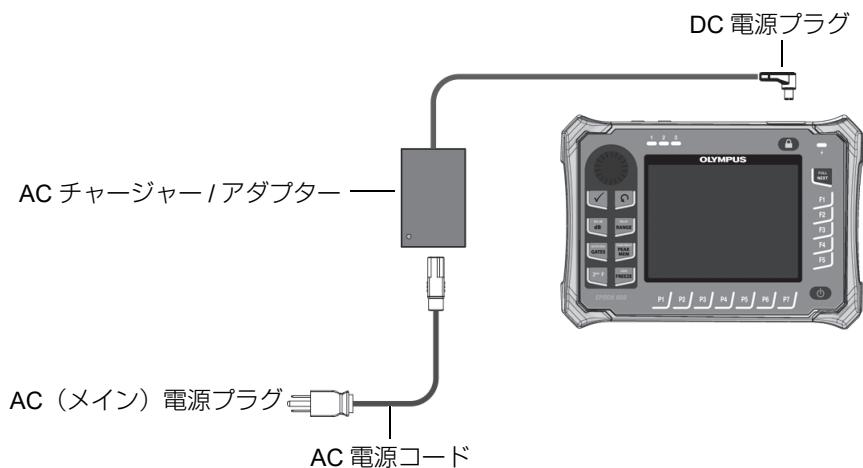

図 2-2 チャージャー / アダプターの接続
- チャージャー / アダプターに電源コードを接続した後、適切な電源コンセントに接続します (58 ページの図 2-2 「チャージャー / アダプターの接続」参照)。